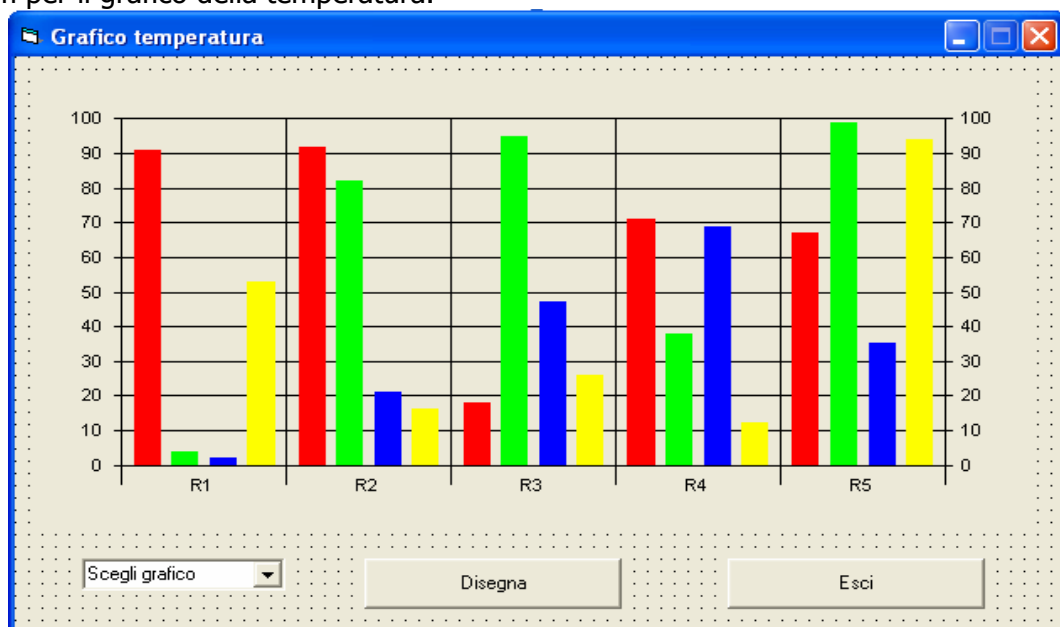

Fig 6 Form Grafico Temperatura
•**mnuGraficoT_Click:** È richiamata con un click sul menù Grafico Temperatura. Permette di disegnare il grafico relativo all'andamento della temperatura. In particolare rende visibile il Form frmGraficoTemperatura. In fig 6 si riporta la schermata relativa al Form per il grafico della temperatura.